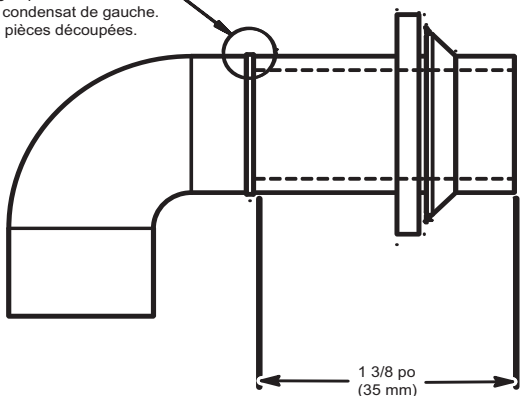

Figure 16 – Modification du coude d'évacuation en caoutchouc
3. Le tuyau en Z est raccordé au siphon de condensat et à l'extérieur de la chaudière en modifiant le coude d'évacuation préformé en caoutchouc conformément à la fig. 16.
4. Retirez l'œillet formé du coude d'évacuation en caoutchouc en coupant le coude le long de la ligne verticale qui se trouve à environ 35 mm (1 3/8 po) de l'œillet formé. Consultez la figure 16. **NE JETEZ NI L'ŒILLET NI LE COUDE EN CAOUTCHOUC.** Ces deux pièces seront réutilisées.
CONSEILS D'ENTREPRENEURS : Lors de l'installation de la chaudière en position horizontale, utilisez le coude d'évacuation en entier, c'est-à-dire que vous ne devez PAS le couper conformément à la fig. 16 pour raccorder le siphon à la conduite d'évacuation. Vous empêcherez ainsi que les secousses et les chocs de la conduite d'évacuation n'endommagent le siphon de la chaudière. Évitez tout mauvais alignement du tuyau d'évacuation, car cela pourrait causer des déformations au coude.